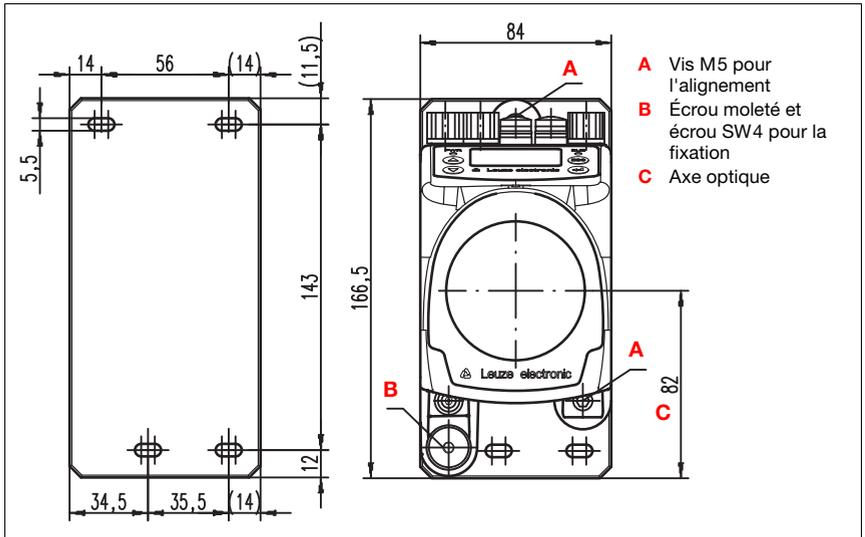

Figure 5.2 : Montage de l'appareil
Le spot laser est aligné de façon à ce qu'il tombe toujours au milieu du réflecteur, que ce soit à la distance de mesure minimale ou maximale. **Pour l'alignement, utilisez les deux vis M5 à six pans creux** (« **A** » sur la figure 5.2). Pendant l'alignement, veillez à ce que l'écrou moleté et le contre-écrou soient bien ouverts (« **B** » sur la figure 5.2).
*Pour que l'alignement du système laser de mesure ne se dérègle pas en régime permanent, serrez ensuite l'écrou moleté à la main et bloquez bien la fixation à l'aide de l'écrou SW4 (« B » sur la figure 5.2). L'écrou moleté et l'écrou ne doivent être serrés qu'après alignement.*